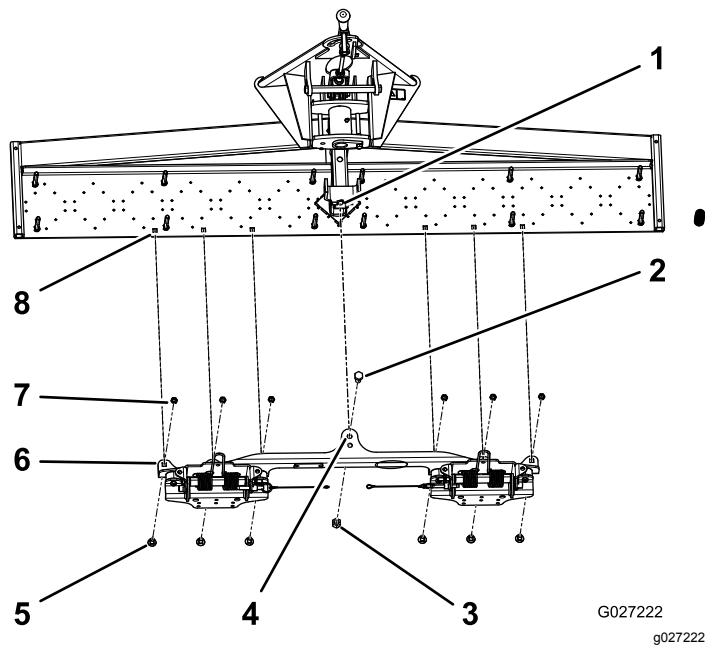
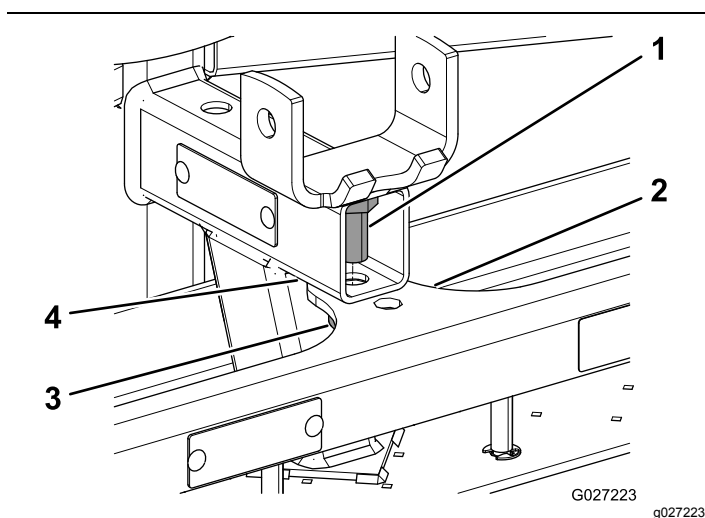
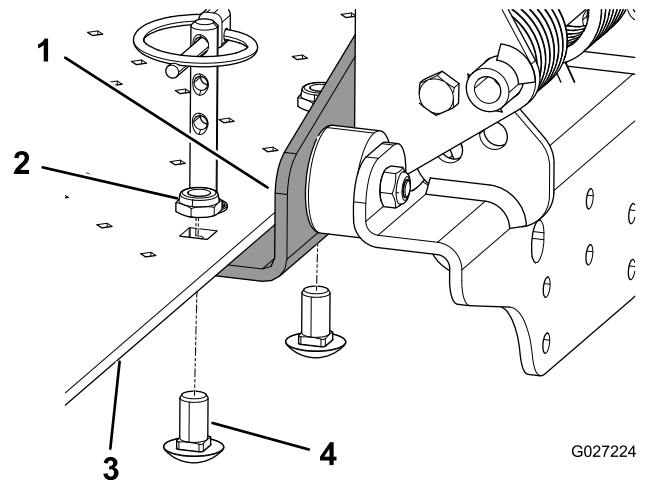
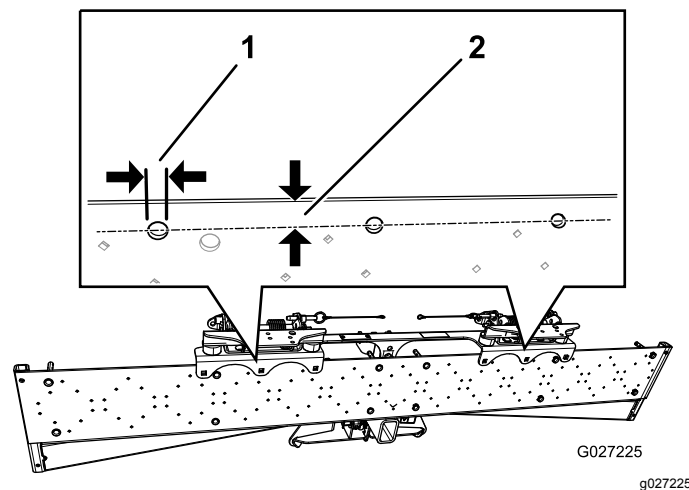

図 4
図 5
図 6
図 7
1. ネイルドラッグ・ブラケットの中央タブの 前 穴を、ネイルドラッグの四角いチューブの穴に合わせる 図 4 と 図 5。
2. 両方の穴にボルト $\frac{1}{2}$  x 1"を通し、このボルトを $\frac{1}{2}$ "固定する 図 5を参照。
3. ネイルドラッグ・ブラケットのタブにある6個の穴を、ネイルドラッグのボトムプレートの6個の穴に合わせる 図 4 と 図 6。
**注** シリアル番号が 314999999 以下の製品には穴がついていない場合があります。ネイルドラッグのボトムプレートに穴がついていない場合には、所定位置に直径 10 mm の穴をあけてください。最初に中央のボルトとナットを取り付け (図 5)、各穴の 中心 がボトムプレートのエッジから 17 mm の位置にくるようにネイルドラッグ・ブラケットの位置を調整する 図 7。
4. 各穴の下からキャリッジボルト $\frac{3}{8}$  x  $\frac{3}{4}$  インチを通し、このボルトをナット $\frac{3}{8}$ "で固定する 図 6を参照。
5. ステップ 2 で指締めしたボルト・ナットを本締めする 図 5。